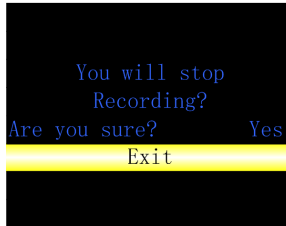

Figure5.8 Menu d'arrêt d'enregistrement
- 2) Quand « Record » (Enregistrement) est sur « ON », le sélectionner pour entrer dans le menu d'arrêt d'enregistrement illustré dans la Figure 5.8. L'information d'invite « You will stop recording? Are you sure? » (Vous allez arrêter l'enregistrement ? Êtes-vous sûr ?) apparaît sur l'interface, sélectionnez « Exit » (Quitter) après avoir réglé sur « Yes » pour quitter l'interface d'arrêt d'enregistrement pour entrer dans l'interface de mesure ; sélectionnez « Exit » (Quitter) après avoir réglé « No » pour entrer dans